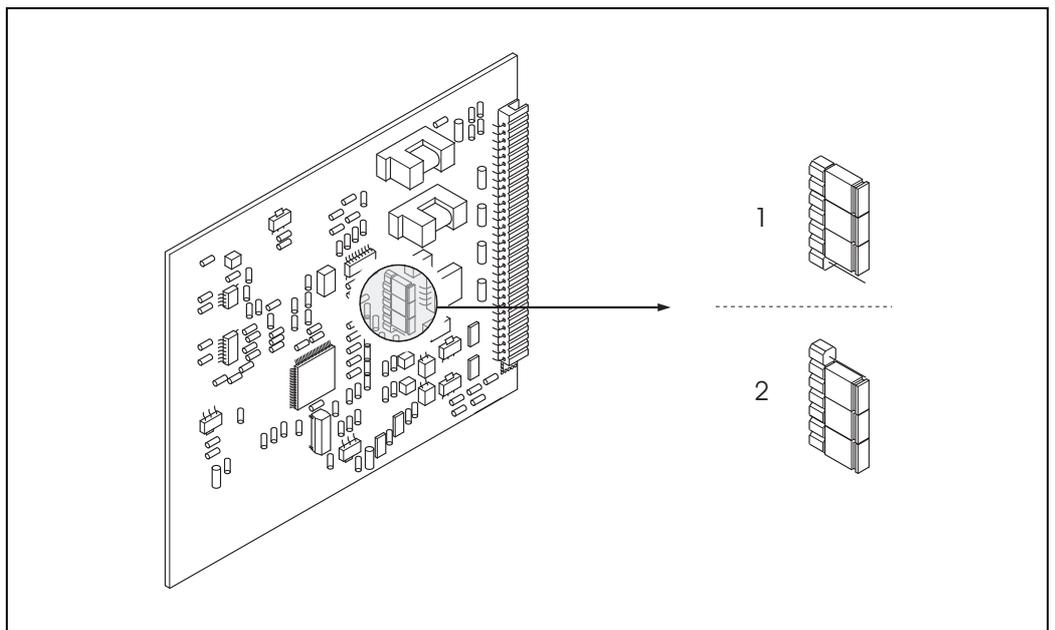

Fig. 31: Configurer la sortie courant (platine E/S)
3. Placer les ponts en fonction → Fig. 31